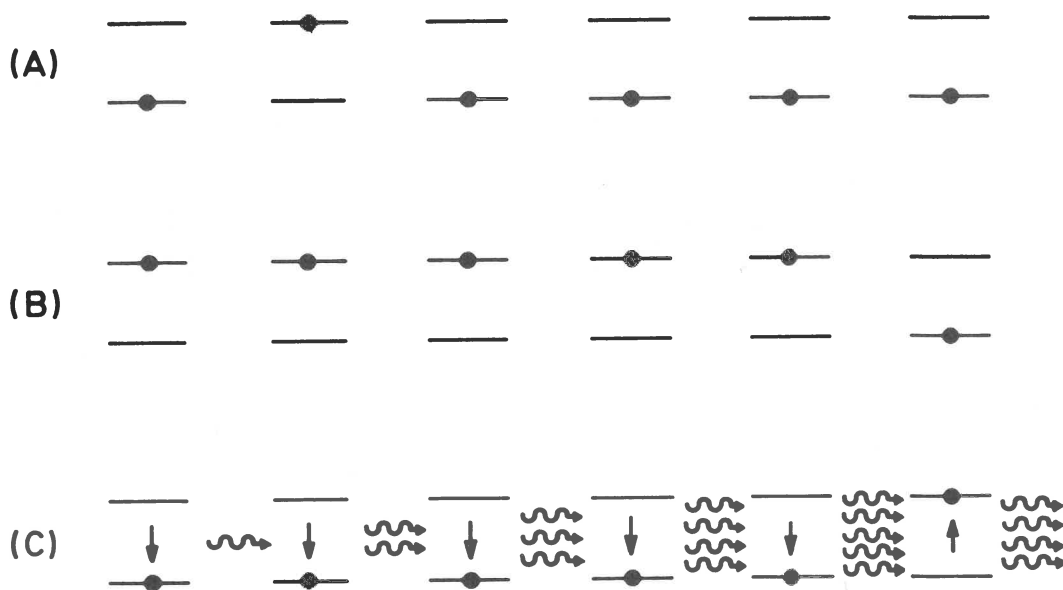

Fig. 3
For at forstærkningen skal virke, må populationsinversionen være næsten total, for ethvert atom, der forefindes med sin elektron i den lave tilstand kan jo absorbere en foton og derved virke imod forstærkningen (dette er også skitseret på fig. 3 (C)). En samlig populationsinverterede atomer, et *lasermedium*, kan altså udsende forstærkede lysstråler bestående af en stor mængde helt ens fotoner.
- 1) Målangivelsen på side 15, hvor der i bladet står: De fir-kantede messingholdere til stilleskruerne (fig. 3) med målene $22 \times 22 \times 12$ mm. Der skulle have stået $22 \times 22 \times 120$ mm.